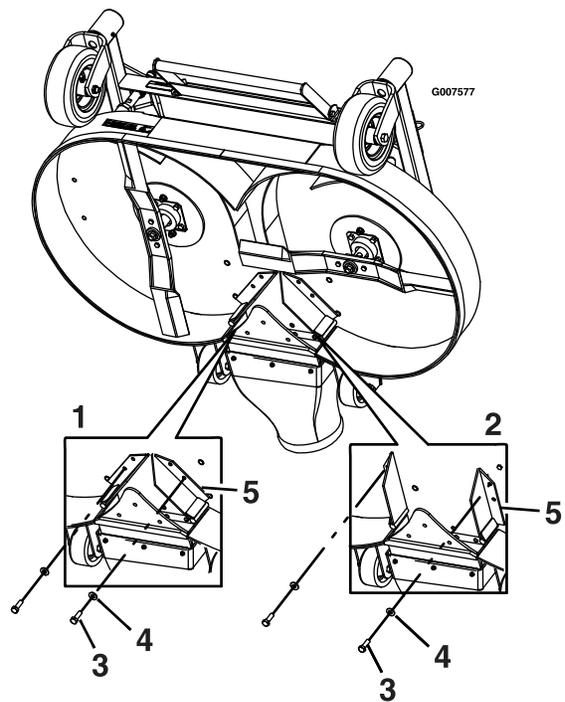

Figura 25
7. Retire o parafuso e a anilha da frente de cada abafador FRS (Figura 25).